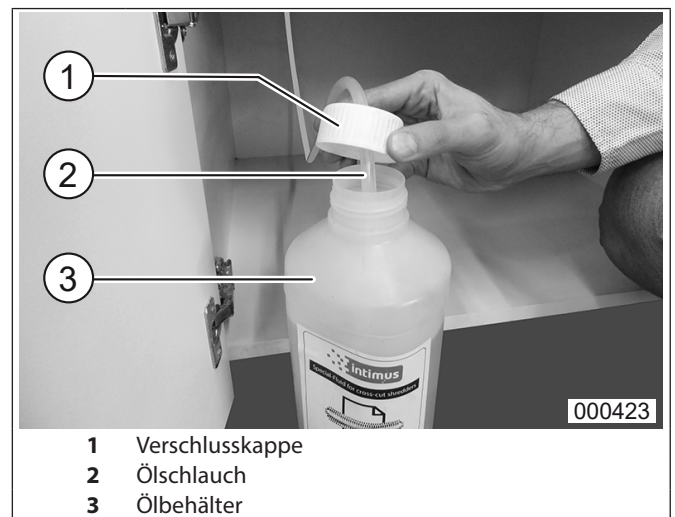

Abb. 3 Ölbehälter verschließen
4. Ölschlauch (Abb. 3/2) bis an den Behälterboden in den Ölbehälter (Abb. 3/3) einführen.
5. Behälter mit der am Ölschlauch befindlichen Verschlusskappe (Abb. 3/1) verschließen.